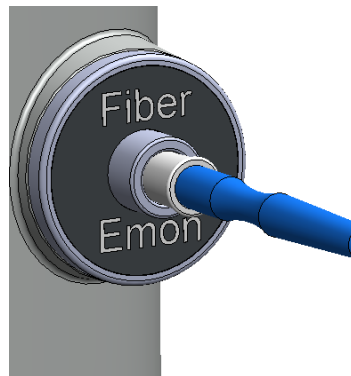

Рисунок 4.9. Введене волокно зі стерильним адаптером
- Волокно зі стерильним адаптером слід вставити у вхід енергетичного монітора на передній панелі лазера якомога глибше (Рисунок 4.9).